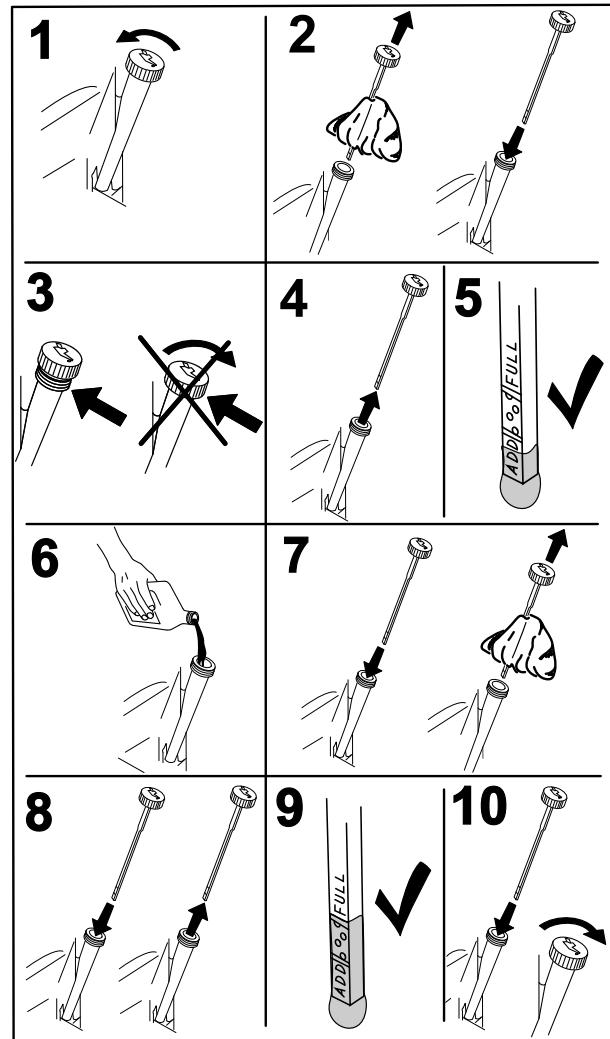

Figure 40
- Avant de quitter la position de conduite, coupez le moteur, enlevez la clé de contact et attendez l'arrêt de toutes les pièces mobiles (Figure 40).